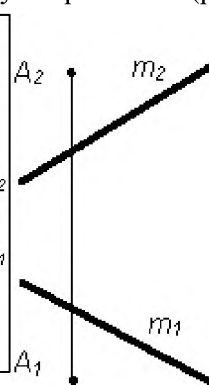

Рис. 6.
6. Через точку $A(A_1A_2)$ провести прямую, перпендикулярную прямой m (рис. 6).